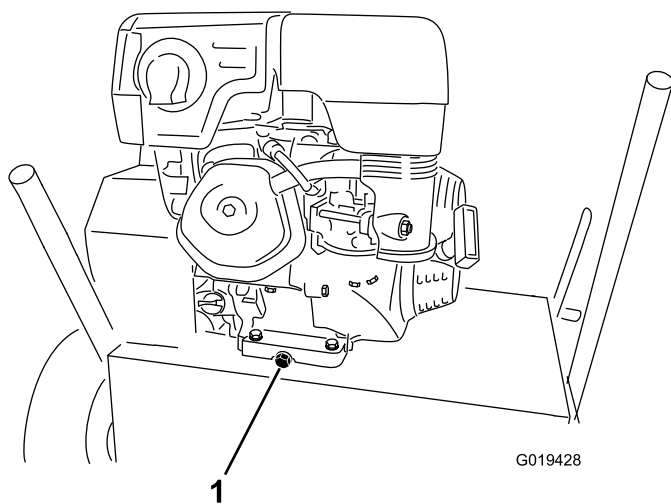

Figure 16
4. Retirez le bouchon de vidange (Figure 16).